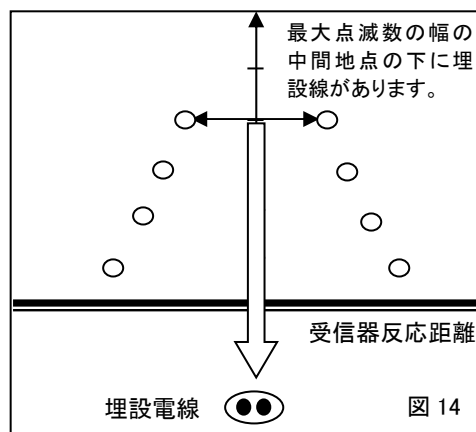

図 14
- (6) 図 14 は受信器の判定用 LED 点滅数の状態を示しています。点滅数に関係なく、最大点滅数を示した幅の 1/2 地点に電線が埋設されています。